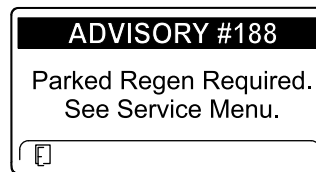

Figure 54
- ADVISORY #188 (avis n° 188), demande de régénération en stationnement (Figure 54)